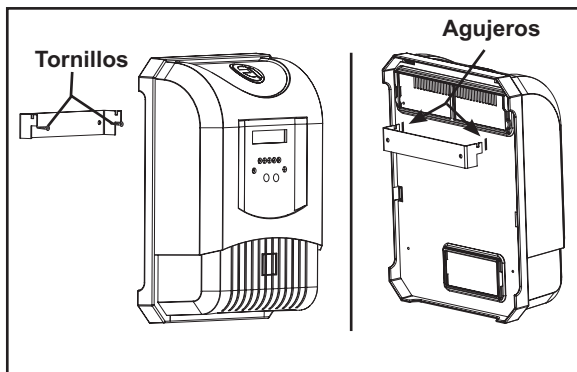

Figura 5. Asegurando la fuente de Energía
3. Coloque el suministro de energía en lugar alineandolo con el soporte con los correspondientes agujeros (véase la Figura 5).